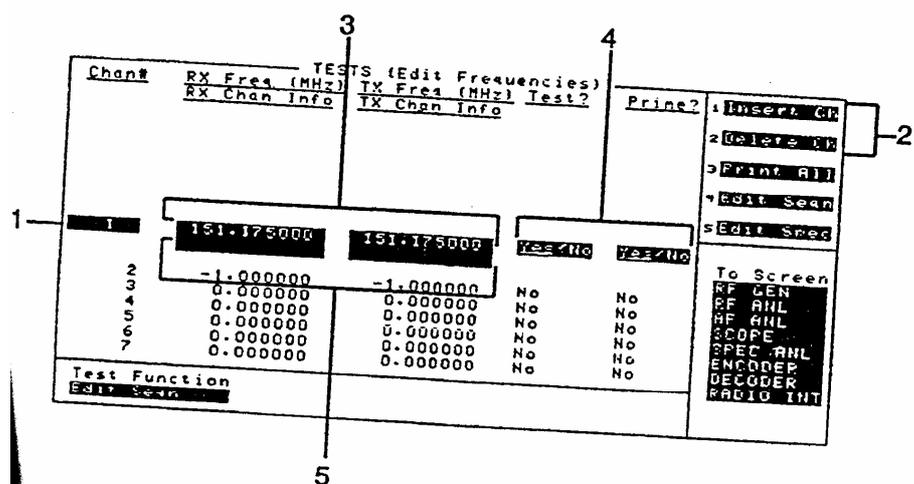

图 30-8 编辑频率屏幕举例
2. 选择编辑频率(**Edit Freq**)功能。呈现一个编辑频率(Edit Frequencies)屏幕(参见图 30-8)。
3. 将光标放在现行的信道(Chan #)条目前(参见图 30-8(1)项)。
5. 根据在屏幕上插入和删除信道的需要,选择插入信道(Insert Ch)字段或删除信道>Delete Ch)字段(见图 30-8(2)项)。
6. 选择想要改变的接收机频率(Rx Freq (MHz))或发射机频率(Tx Freq (MHz))条目(见图 30-8(3)项)
7. 选择是否要测试该信道(Yes 或 No),并选择该信道是否是“基本信道”(Prim Channel)(Yes 或 No)。见图 30-8(4)项。
以便测试具有 CTCSS(连续单音控制噪声抑制系统)噪声抑制的无线系统,则选择接收机信道信息(RX Chan Info)或发射机信道信息(TX Chan Info)字段。见图 30-8(5)项。
在 RX 和 TX 测频率字段上输入一个“-1”,使得当启动测试时全部后来信道都被忽略不计。(参见图 30-8 信道 2)。